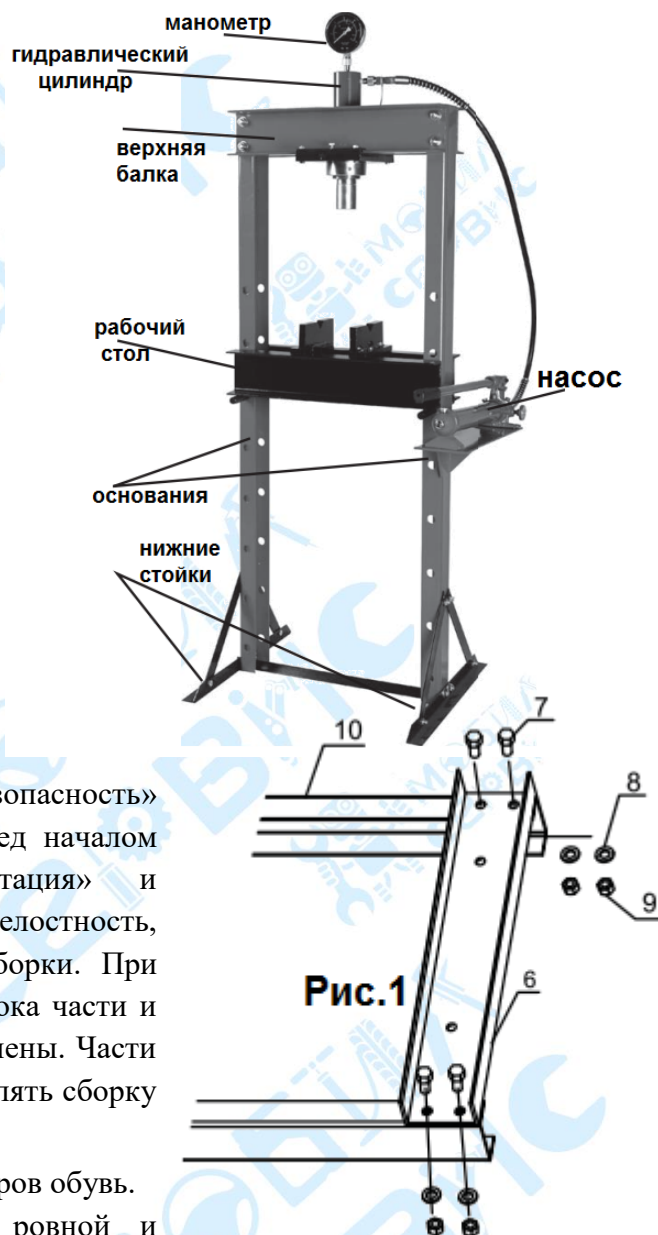

Рис.1
2. Расположите основания (10) на твердой, ровной и стабильной поверхности. Соотнесите отверстия на верхней балке (6) с отверстиями на верху оснований (10) и зафиксируйте их болтами (7), шайбами (8) и гайками (9). Смотри рис. 1.